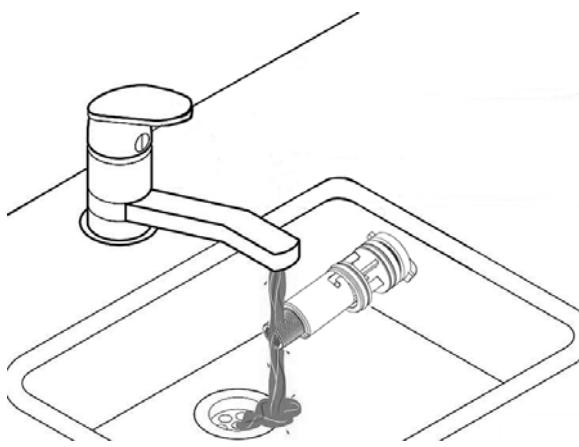
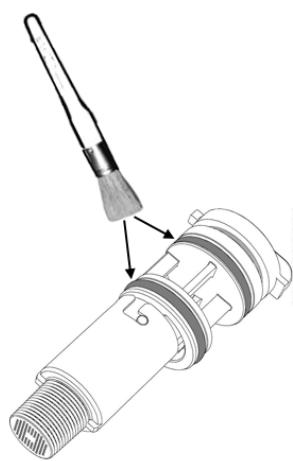

fig. 43
fig. 44
- În acest mod se poate curăța debitmetrul (vezi fig. 43 și fig. 44) sau înlocuiți componente.